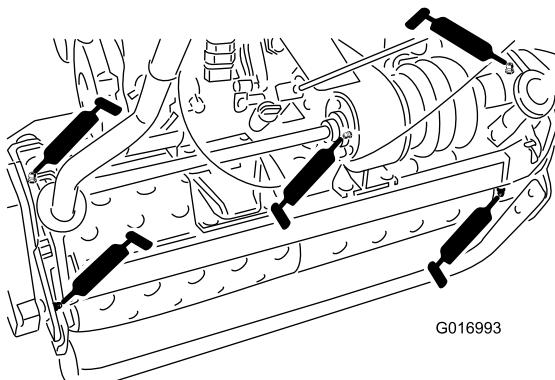

図 25
- ・ドラムのアクスル2ヶ所 図 25
- ・デファレンシャル3ヶ所 図 25